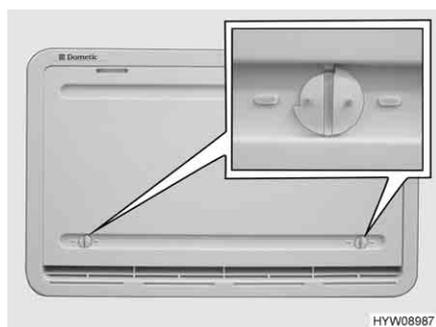

Fig. 156 Copertura invernale
Se il funzionamento del frigorifero avviene a basse temperature esterne, il produttore consiglia l'utilizzo di una copertura invernale (Fig. 156) per la griglia di aerazione del frigorifero.
- Aprire entrambi i bloccaggi (Fig. 156), la scanalatura risulterà orizzontale.
*Smontaggio:* ■ Aprire entrambi i bloccaggi (Fig. 156), la scanalatura risulterà orizzontale.